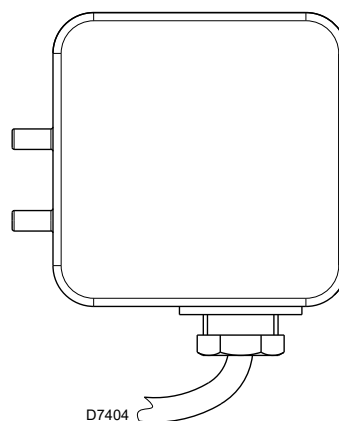

Fig. 28
- Regular el presostato aire (Fig. 28) en el inicio de la escala.
Regular el presostato de aire (Fig. 28) tras haber realizado todas las demás regulaciones del quemador con el presostato de aire regulado al inicio de la escala. Con el quemador funcionando a la potencia requerida, girar el botón esférico en el sentido de las agujas del reloj hasta el bloqueo del quemador.